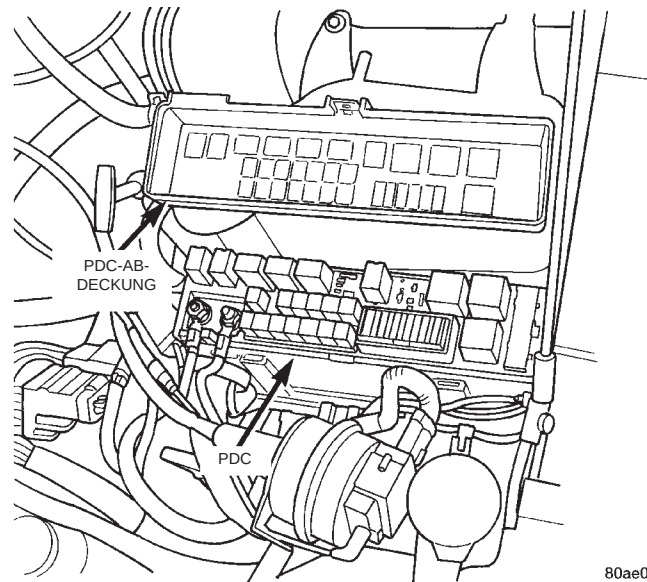

Abb. 29 Zentrale Stromversorgung (PDC)
(1) Die Abdeckung der zentralen Stromversorgung (PDC) abnehmen und auf durchgebrannte Sicherungen überprüfen. Sicherstellen, daß alle Relais korrekt in ihren Steckplätzen sitzen (Abb. 29).